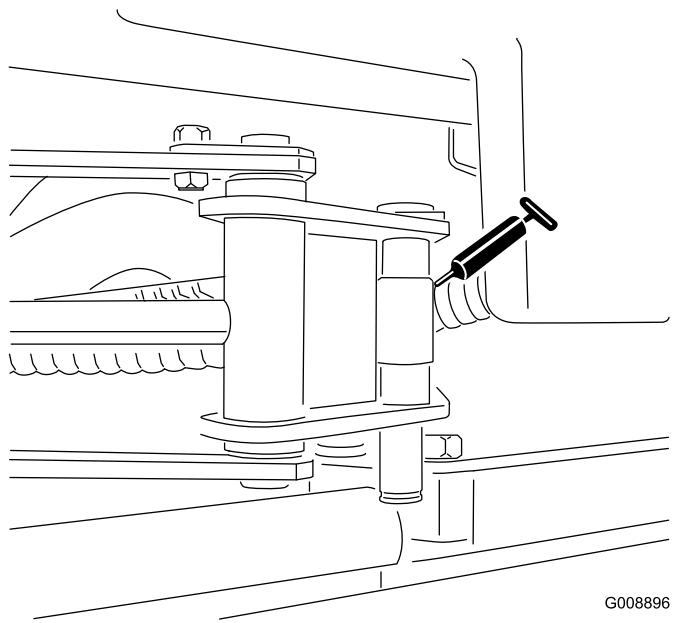

Figura 36
- Duas extremidades do cilindro sidewinder (Figura 36)